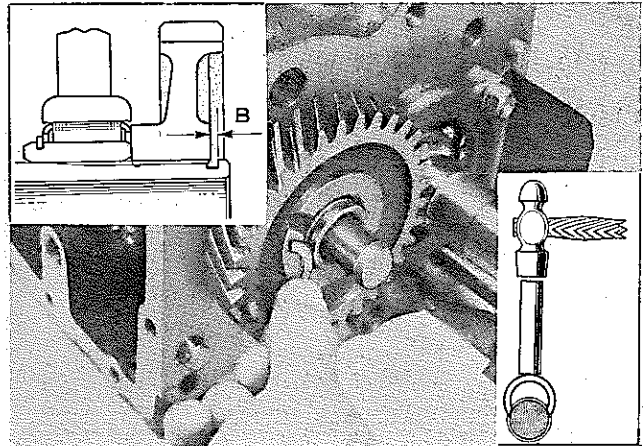

図7-73 スナップ リング組み付け
- 1 選択要領は図7-73 B 寸法部に組み付け可能なもので厚さ最大のものを組み付ける。
- 2 スナップ リングは図7-73のように組み付ける。